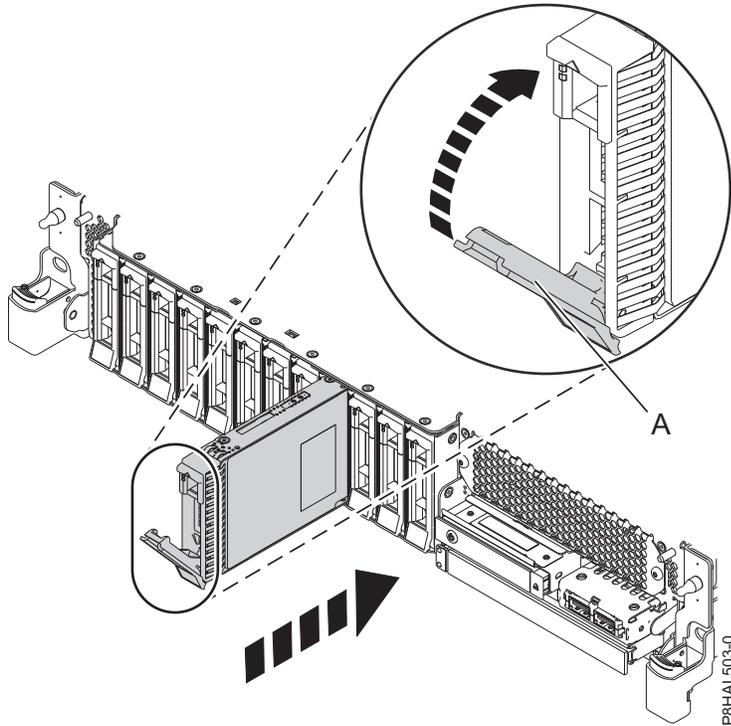
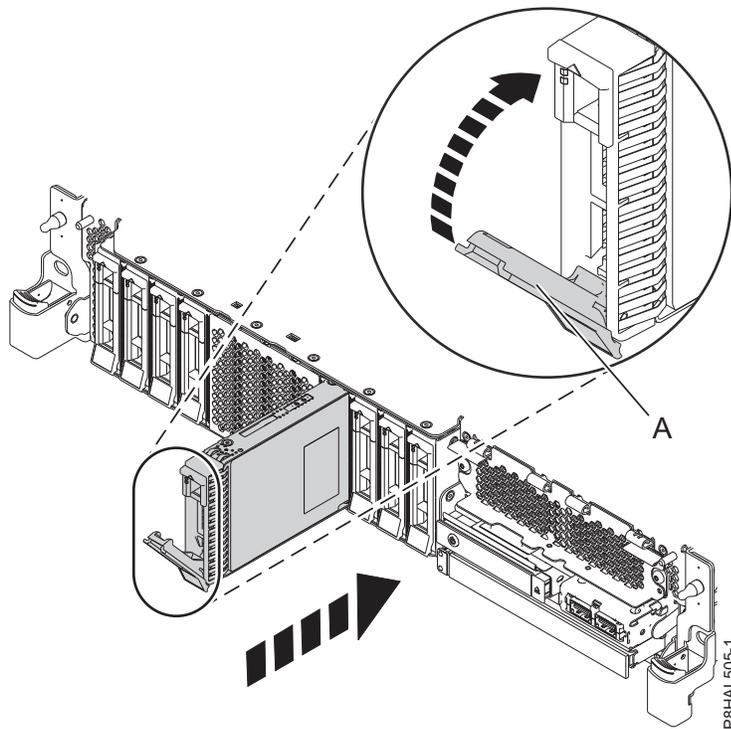

Figura 4. Instalación de una unidad de disco en un sistema 5148-21L, 5148-22L, 8247-21L, 8247-22L, 8284-21A o 8284-22A de función base
Figura 5. Instalación de una unidad de disco en un sistema 5148-21L, 5148-22L, 8247-21L, 8247-22L, 8284-21A o 8284-22A de función ampliada
3. Desbloquee el asa de la bahía de unidad (**A**) ejerciendo presión y tirando de ella hacia usted. Si el asa no está extendida del todo, la unidad no entra en el sistema. Consulte la Figura 4 en la página 7 y la Figura 5 en la página 7.
5. Deslice la unidad hasta el fondo del sistema y empuje el asa de la bahía de unidad (**A**) hasta que quede encajada, como se muestra en la Figura 4 en la página 7 y la Figura 5 en la página 7.